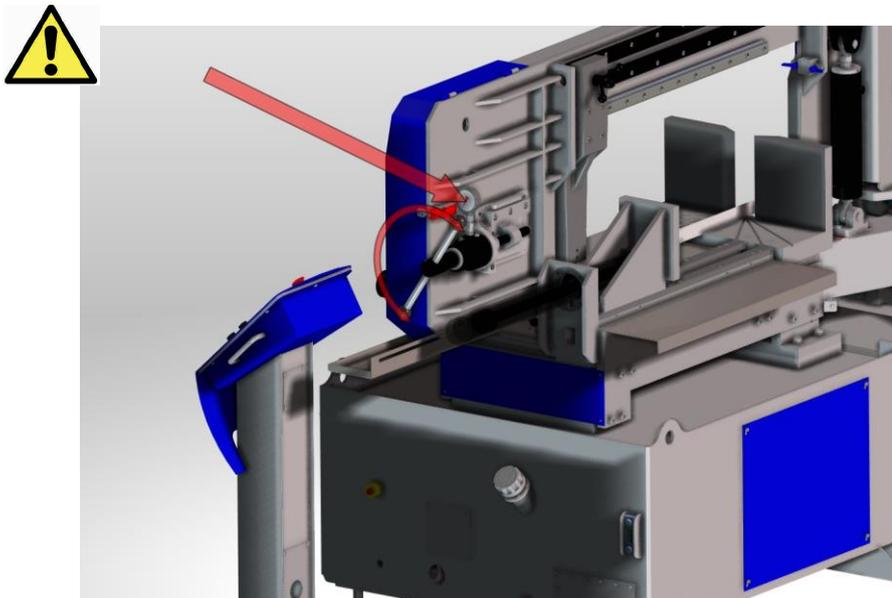

Рисунок 3
- Проверьте давление натяжения ленточной пилы. Давление на манометре должно быть в пределах 110-130 бар (Рисунок 3).